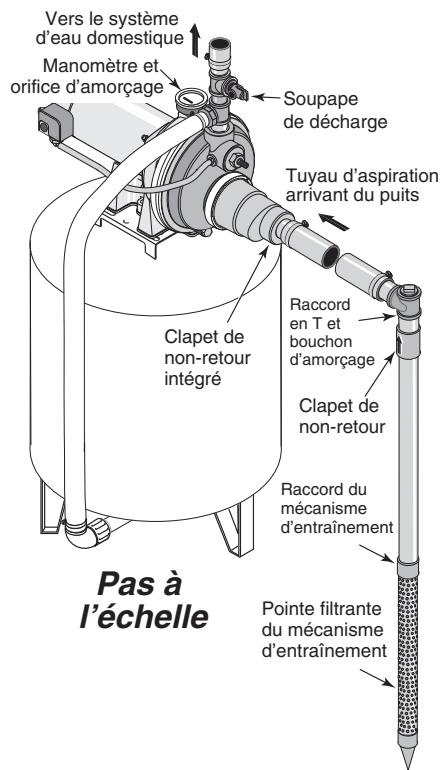

Figure 5 : Installation de la pointe filtrante du mécanisme d'entraînement
5. Utilisez le moins de raccords possible (en particulier les raccords coudés) pour raccorder le tuyau de la pointe filtrante à l'orifice d'aspiration de la pompe. Le diamètre du tuyau d'aspiration doit être au moins égal à celui de l'orifice d'aspiration de la pompe (inclure un clapet de non-retour - voir figure 5). Mettez en place un système de soutien de tuyaux pour éviter qu'ils n'exercent une pression sur le corps de la pompe et de manière à ce qu'ils soient légèrement inclinés vers le haut depuis le puits jusqu'à la pompe (les points élevés peuvent provoquer des poches d'air susceptibles de bloquer la pompe). Étanchéifiez les joints du tuyau d'aspiration avec un ruban d'étanchéité pour filetage de tuyauterie en PTFE ou un composé de joint de tuyauterie à base de PTFE approuvé pour une utilisation sur le PVC. Les joints doivent être étanches à l'air et à l'eau. Si le tuyau d'aspiration n'est pas étanche, la pompe ne sera pas en mesure d'extraire l'eau du puits. Si une pointe filtrante ne fournit pas assez d'eau, prévoyez de raccorder deux ou trois pointes filtrantes à un tuyau d'aspiration.